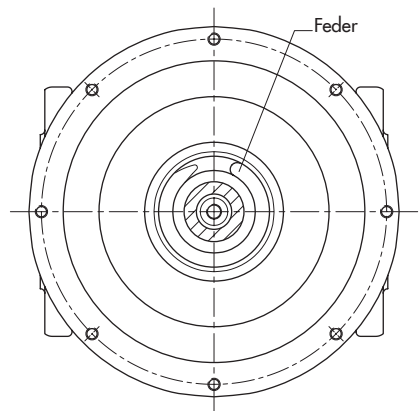

Bild 3: Ausrichten der Feder
4. Flachdichtring (1.2) ins Gehäuse einlegen. Ventiloberteil (5) auf das Gehäuse setzen, bei der Ausführung „Feder schließt“ dabei Kegelstange anheben und vorsichtig durch die Stopfbuchse führen. Ventiloberteil mit Muttern (1.1) gleichmäßig festschrauben. Kontermutter (3.2) bis Gewindeende auf die Kegelstange schrauben. Scheibe (3.3) auflegen.
5. Feder (5.5) in das Ventiloberteil einlegen und nach Bild 3 ausrichten. Federteller (5.6) von Hand auf die Kegelstange aufschrauben, bis er auf der Feder aufliegt.